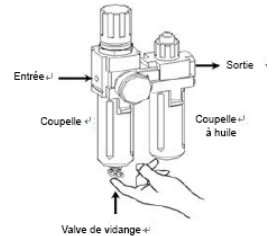

Fig 19-1
- Comme le montre la figure 19-1, lorsque vous trouvez de l'eau dans la coupelle, poussez la valve de vidange vers le haut avec vos doigts pour évacuer l'eau ; relâchez vos doigts après avoir vidangé l'eau, la valve de vidange se fermera automatiquement grâce à l'action du ressort.